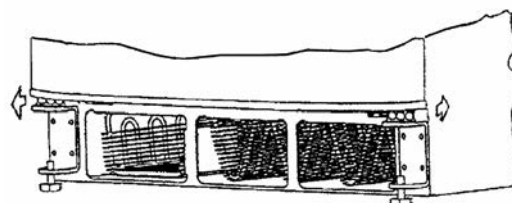

Рис.3
- Перед монтажом плинтуса выньте фиксаторы дверей, установленные на время транспортировки (см. рис. 3).